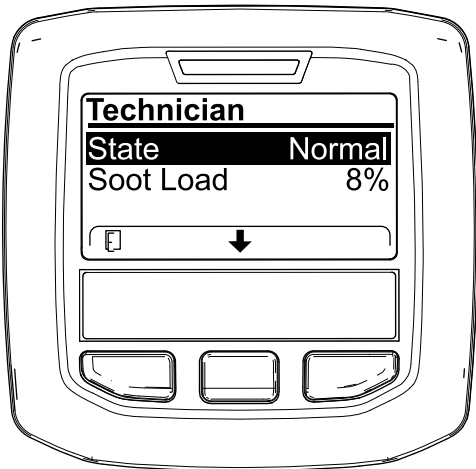

Bild 44
- Lesen Sie in der Tabelle für den Dieselpartikelfilter-Betrieb den aktuellen Zustand des Dieselpartikelfilter-Betriebs nach (Bild 44).